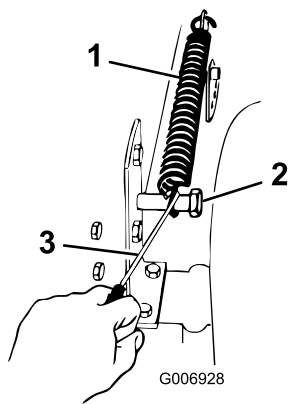

Bild 46
18. Nehmen Sie die hubgestützte Feder zwischen der Hubhalterung rechts am Mähwerk und die Befestigungsschraube ab (Bild 46).